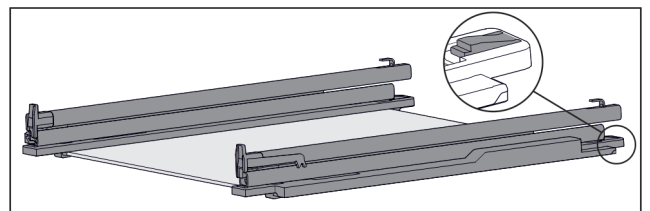

Fig. 49 Tablette en verre avec rails et pièces de retenue
- ▶ Pousser l'arrière de la pièce de retenue vers le bas (voir Fig. 49) et pousser dans le même temps le tiroir vers l'arrière.